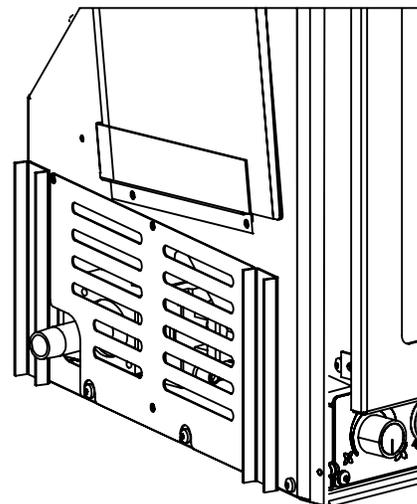

Figure 32:  $\frac{3}{8}$ " Mamelon de tuyau mâle NPT avec couvercle fixé.
- Un  $\frac{3}{8}$ " NPT tuyau mâle (fourni avec l'appareil) devront être mis dans la valve à l'arrière côté inférieur gauche de cette cheminée (voir les figures 32 et 33). Consulter les autorités locales pour les codes locaux ou de l'utilisation de la CAN / CGA B149 (1 ou 2) Code d'installation au Canada. Aux États-Unis, les installations de gaz suivre les codes locaux ou de l'édition actuelle du National Fuel Gas Code ANSI Z223.1.